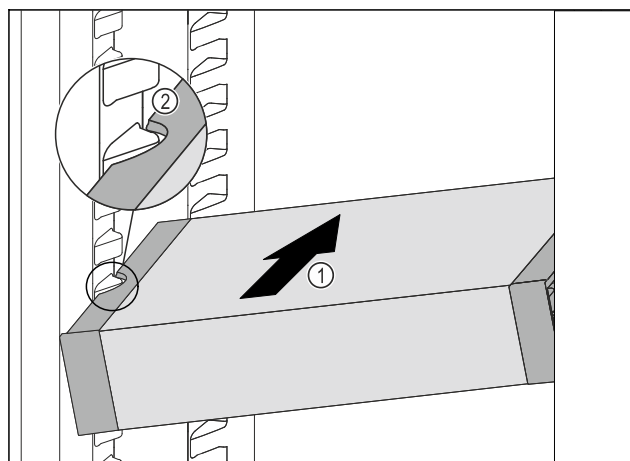

Fig. 104
- Zasuňte VarioSafe do chladničky pod úhlem tak Fig. 104 (1), aby vybrání na bocích Fig. 104 (2) VarioSafe byla na úrovni žebrování na nádobě v chladničce.